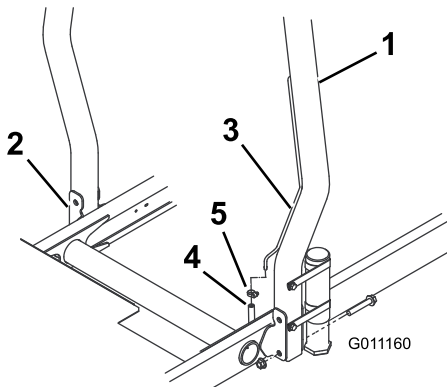

Figure 8
1. Abaissez l'arceau de sécurité sur les supports de montage du groupe de déplacement en alignant les trous de montage. Le tube d'évent de l'arceau de sécurité doit être placé du côté gauche de la machine (Figure 8).
2. Fixez chaque côté de l'arceau de sécurité aux supports de montage avec 2 boulons à embase et 2 contre-écrous (Figure 8). Serrez les fixations à 81 N·m.